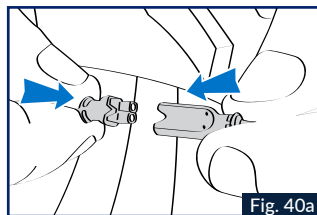
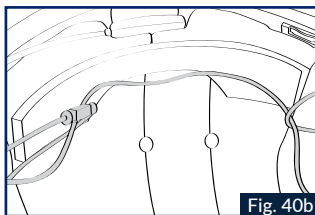

Fig. 40a
Fig. 40b
11. Collegare i diffusori (connettore nero a 2 derivazioni) e il gruppo comandi come indicato nella Fig. 40a, quindi far passare il cavo del diffusore destro come indicato nella Fig. 40b